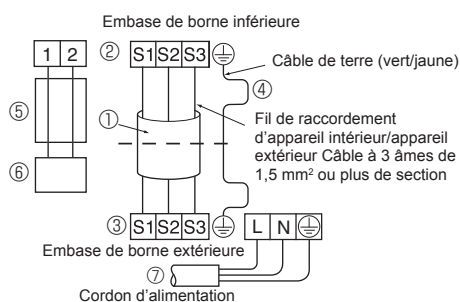

Fig. 7-4
- Effectuez le câblage selon le diagramme en bas et à gauche. (Veuillez vous procurer le câble localement). (Fig. 7-4)